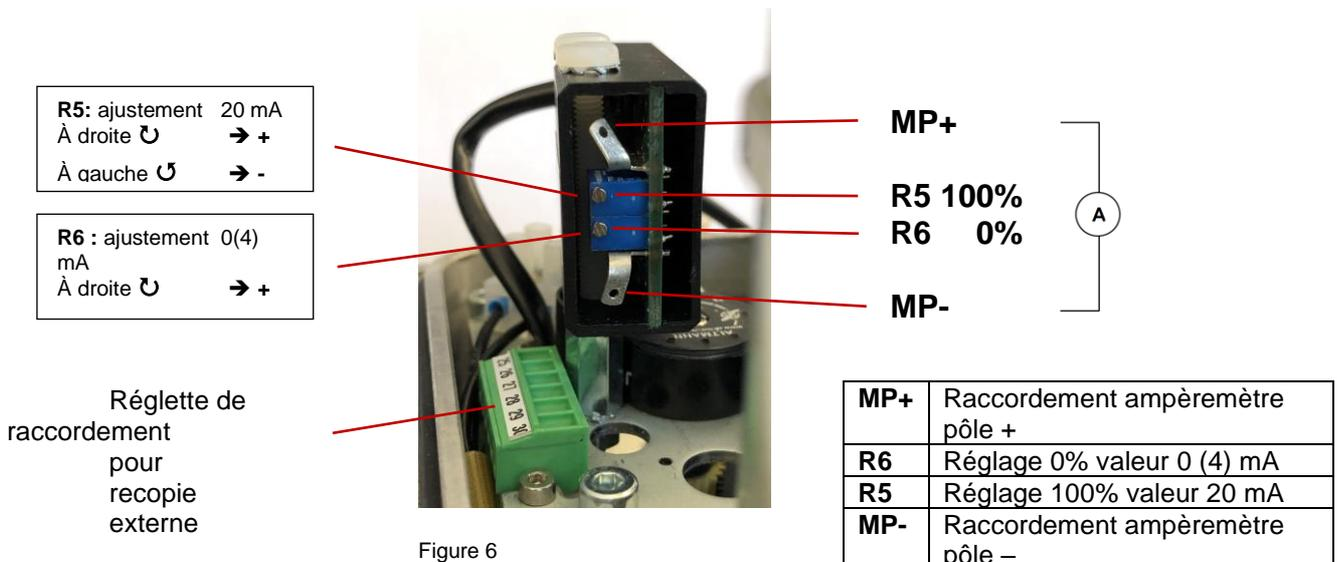

Figure 6
- Le courant de sortie dans la position finale «0%» est de 4 mA pour le système à 2 fils et de 0 (4) mA pour le système à 3 fils
- Tourner le potentiomètre de réglage R6 sur l'ESR100 vers la droite jusqu'à ce que le courant de sortie augmente (voir la figure 6).